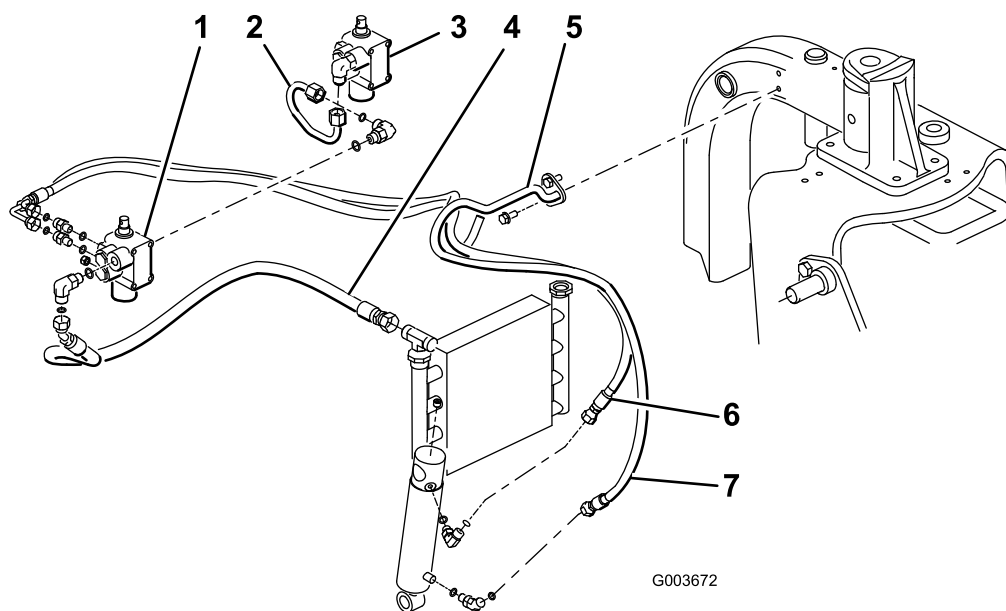

Figura 14
Nota: Per ridurre al minimo la perdita d'olio durante la rimozione del tubo idraulico, tenere pronto il flessibile di ricambio o chiudere il raccordo sul radiatore utilizzando uno dei tappi protettivi rimossi dal gruppo tubo, codice N. 108-8447 (Figura 14).
- Collegare il gruppo tubi, n. comp. 108-8447, al raccordo a 90° sul lato sinistro della nuova valvola e il raccordo vuoto sulla valvola di sollevamento esistente (Figura 14).
- Collegare l'estremità del raccordo a 45° del flessibile idraulico, n. comp. 108-8449, al raccordo a 90° sul lato destro della valvola e l'estremità dritta del flessibile al raccordo del radiatore dell'olio vuoto (Figura 14). Ved. Figura 15 e Figura 16 per la posa dei tubi.
- Montare il supporto del tubo sul tubo del telaio sinistro con 2 viti autofilettanti (5/16 x 3/4 pollice) (Figura 14).
- Collegare l'estremità corta del raccordo a 90 gradi del flessibile idraulico, codice N. 108-8453, al raccordo dritto superiore sul retro della valvola. Posare il tubo facendolo passare attraverso il supporto e collegare l'estremità dritta del flessibile al raccordo del cilindro idraulico superiore (Figura 14). Ved. Figura 15 e Figura 16 per la posa dei tubi.
l'estremità dritta del flessibile al raccordo del cilindro idraulico inferiore (Figura 14). Ved. Figura 15 e Figura 16 per la posa dei tubi. Accertarsi che i tubi siano posati lontano da componenti appuntiti, caldi o mobili.